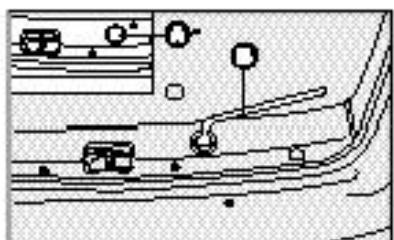

fig. 7
– Utilizar a chave de fenda para retirar a tampa A-fig. 7 que se encontra localizada na parte traseira do porta-malas e, com a chave de roda B-fig. 7, afrouxar o parafuso girando-o.